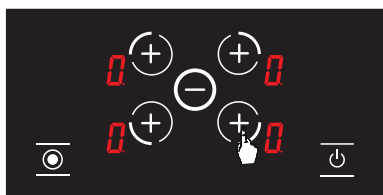

Abbildung 20
2. Die Auswahl taste () für die linke vordere Kochplatte wird erneut berührt. (siehe Abb. 20)